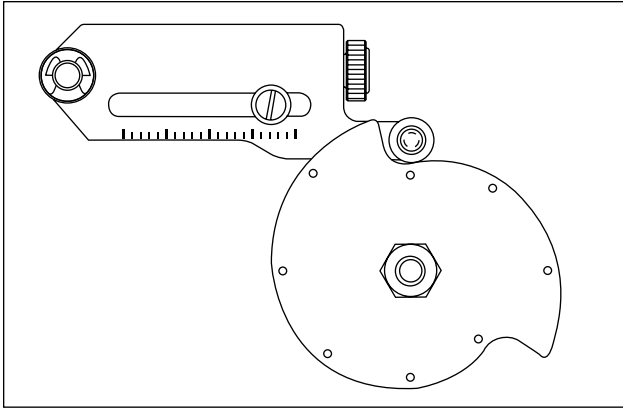

Fig. 4 : Alignement des cames Accord
4. A) Pour les raccordements d'arbres NAMUR, s'assurer que le repère rond à gauche de la courbe caractéristique se trouve aligné sur le palier du galet du levier d'étendue. Voir fig. 4.